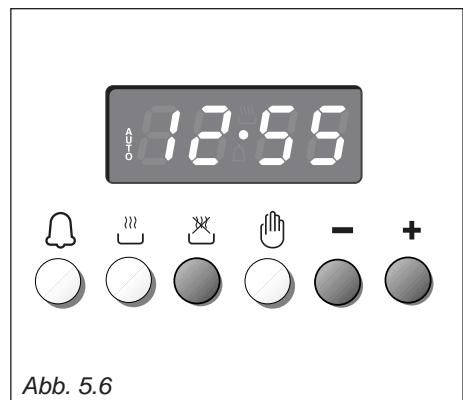

Abb. 5.6
2. Ende des Garvorgangs durch drücken der Taste  und der Taste  einstellen (Abb. 5.6) (die Garzeit wird der Uhrzeit hinzugefügt). Wenn die gewünschte Zeit überschritten wird, kann sie durch die Taste  zurück gestellt werden.